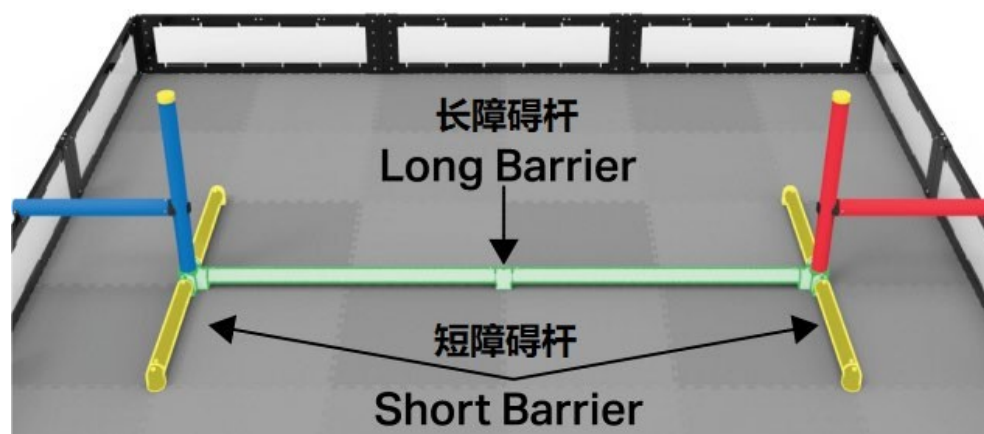

图 5 场地障碍杆
**障碍杆**——黑色结构，由外径约 6mm 的 PVC 管及相关连接件/硬件构成，位于场地中间。障碍杆分为 1 根长杆和 2 根短杆，但它们通常统称为“障碍杆”。如图 5 所示。